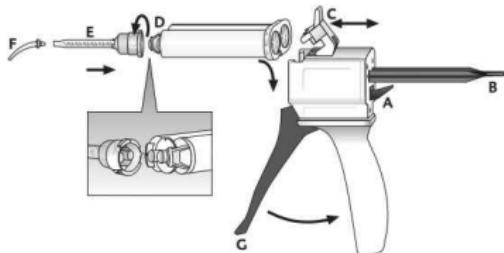

Fig. 1
1. Spingere la leva [Fig. 1, pos. A] posta sul lato posteriore dell'Automix-Dispenser ed estrarre completamente la valvola [Fig. 1, pos. B].
2. Sollevare il coperchio di plastica [Fig. 1, pos. C], inserire la cartuccia e richiederlo [Fig. 1, pos. C].
1. Estrarre il tappo della cartuccia [Fig. 1, pos. D] o la cannula di miscelazione usata, ruotandoli di 90° in senso antiorario, e gettarli.
2. Applicare una nuova cannula di miscelazione [Fig. 1, pos. E].
4. Applicare un Intraoral-Tip [Fig. 1, pos. F].
- ▶ Miscelare il materiale nella cannula di miscelazione tramite la leva [Fig. 1, pos. G] sull'Automix-Dispenser e applicare direttamente.
2. Sollevare il coperchio di plastica [Fig. 1, pos. C] e sfilare la cartuccia.